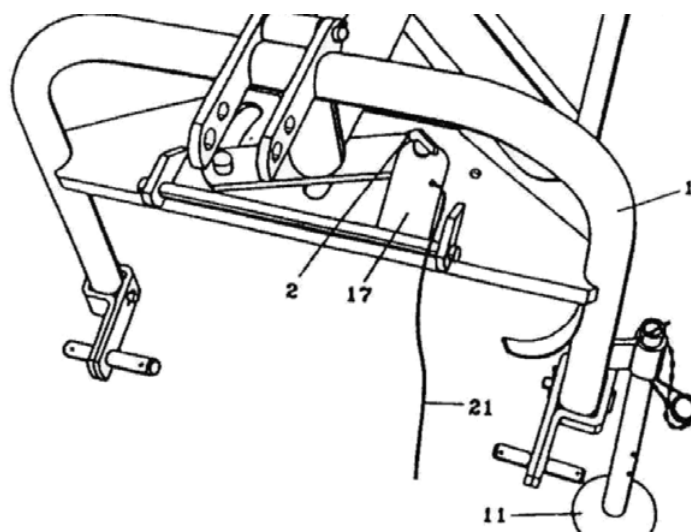

Fig. 5 - Vastgezette scharnierverbinding tussen driepuntsframe en tussenframe
- Een vergrendelpal (17) voorkomt dat de scharnierverbinding kan bewegen als de machine wordt vervoerd (Fig. 5).
2. Til de HB 275 op, laat de steun (11) (Fig. 5) vrijkomen, til hem op en zet vast in de hoogste stand.
3. Laat de HB 275 zakken, rijdt de tractor iets naar rechts en blokkeer de scharnierverbinding tussen het driepuntsframe en het tussenframe met de vergrendelpal 17 (Fig. 5).
4. U kunt de vergrendelpal (17) bedienen met het koord (21) terwijl u op de tractor zit.